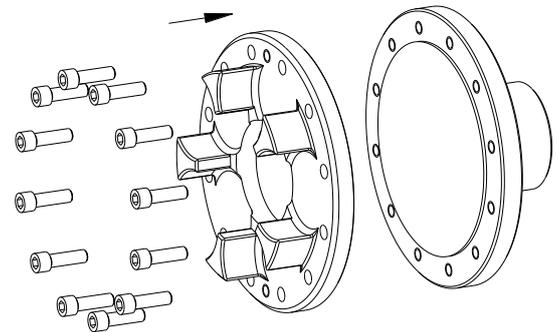
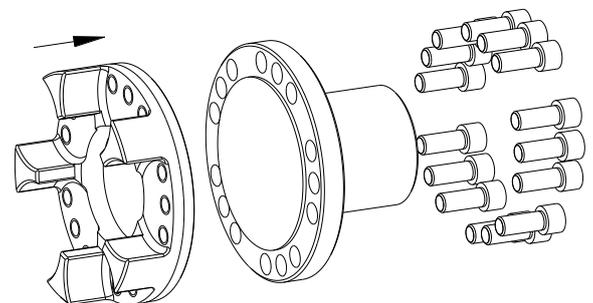

Bild 21: Montage des Mitnehmerflansches (Bauart CF)
Bild 22: Montage des Mitnehmerflansches (Bauart CFN)
- Setzen Sie den Mitnehmerflansch vor dem Flansch der An- bzw. Abtriebsseite (siehe Bild 21 Bauart CF und Bild 22 Bauart CFN).